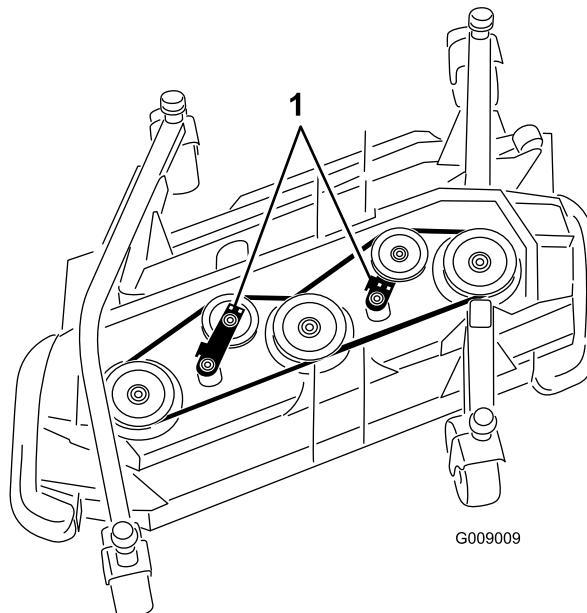

Bild 96
5. Schieben Sie die Spannscheibe mit einem Schraubenschlüssel oder einem ähnlichen Werkzeug vom Treibriemen und lassen Sie den Riemen von der Getriebespannscheibe rutschen (Bild 96).